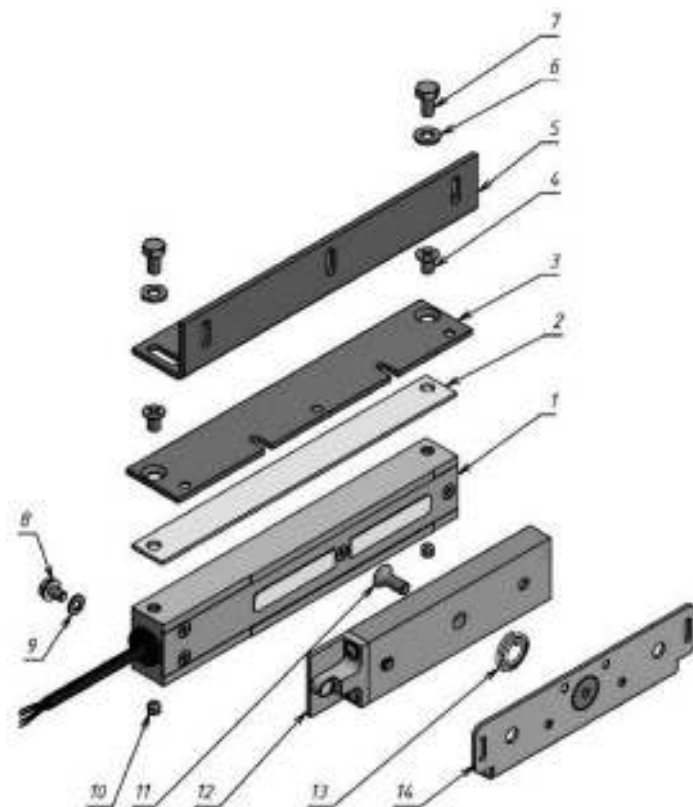
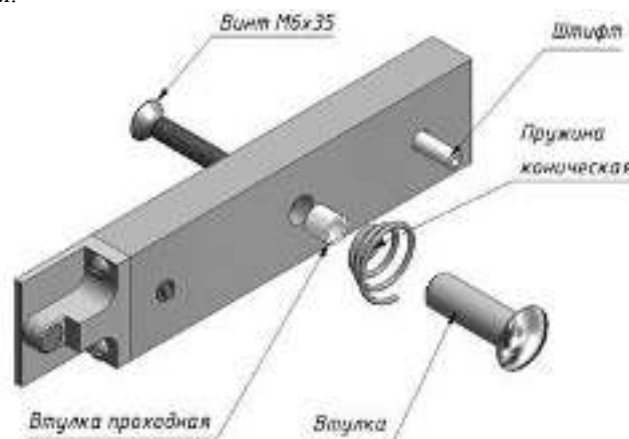

Рисунок 1 – Комплект поставки
Рисунок 2 - Комплект крепления якоря
4.1 В комплект поставки замка входят (рисунок 1):
- корпус (1).....1 шт.
- планка (2).....1 шт.
- пластина монтажная (3).....1 шт.
- винт М6х10 потайн. (4).....2 шт.
- угольник (5).....1 шт.
- шайба 6 (6).....2 шт.
- болт М6х12 (7).....2 шт.
- винт заземления М5х8 (8).....1 шт.
- шайба 5 (латунь) (9).....2 шт.
- винт М6х6 уст. (нерж.) (10).....2 шт.
- винт М6х16 (потайн.) под ключ S4 (11).....1 шт.
- якорь (12).....1 шт.
- пружина коническая (13) (из комплекта крепления якоря)1 шт.
- пластина крепления якоря (14).....1 шт.
- комплект крепления якоря (рисунок 2).....1 шт.
Замок состоит из корпусной части и якорной части (рисунок 1). Для обеспечения эксплуатационных характеристик рабочие поверхности корпуса и якоря должны быть совмещены и плотно прилегать друг к другу при закрывании двери.
Корпус замка может крепиться при помощи угольника (5) или через монтажную пластину (3) (рисунок 1). Если позволяет конструкция места монтажа, допускается крепление непосредственно через крепежные отверстия в корпусе замка (резьба М6), длина винтов в этом случае определяется по месту, при этом в тело корпуса винты должны входить не более чем на 8мм.
- с помощью комплекта крепления якоря с отверстиями в двери для винта крепления якоря и фиксирующего штифта (рисунок 2);
- без отверстий в двери, с помощью монтажной пластины крепления якоря (12) (рисунок 1).